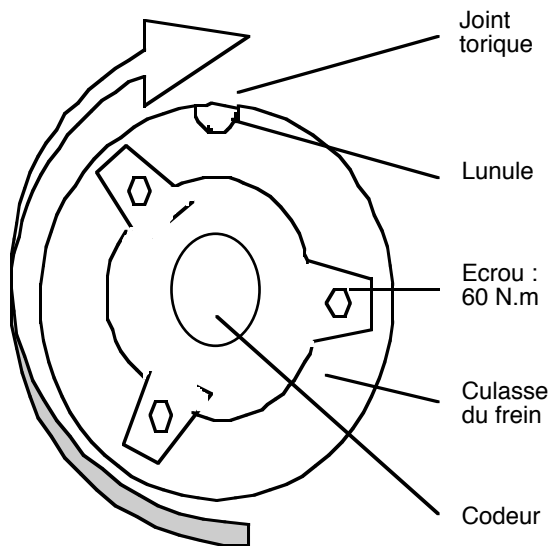

Fig. 3 - Lunule
- Visser et dévisser les entretoises jusqu'à ce que l'on puisse insérer la jauge de 0,3 mm, mais pas les deux autres jauges ensemble (0,31 mm). Insérer les jauges entre la partie mobile du frein et la culasse juste à côté de l'entretoise (voir figure 3 lunule).